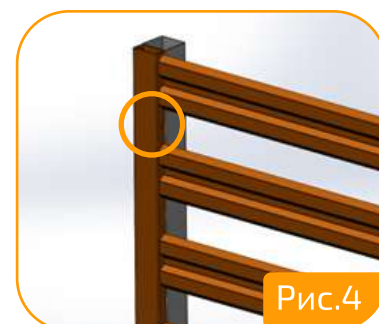

Рис.4
4. Установить планки лицевые стойки М-110 60x2000 мм (2 шт), с торца зафиксировать саморезами (по 6 шт на каждую планку). (Рис.4).